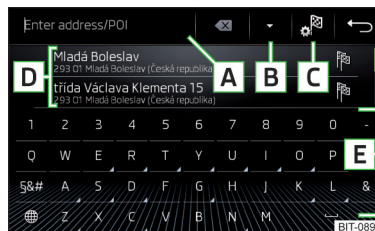
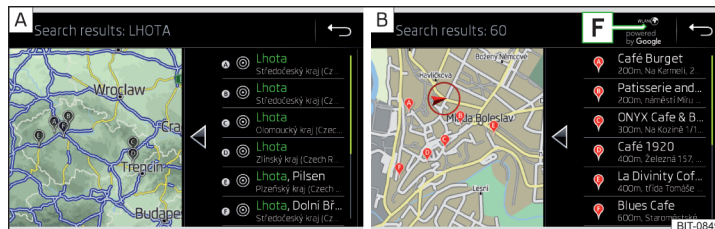

Abb. 215
Abb. 216 Liste der aufgesuchten Ziele: in den Navigationsdaten / online
Funktionsflächen » Abb. 215 und » Abb. 216
Im Bereich **D** » Abb. 215 wird eine Liste der aufgesuchten Ziele angezeigt.
- **oder:** Die Funktionsfläche **B** » Abb. 215 antippen.
-  In den Navigationsdaten aufgesuchte Ziele » Abb. 216 - **A**.
-  Online aufgesuchte Ziele » Abb. 216 - **B**.